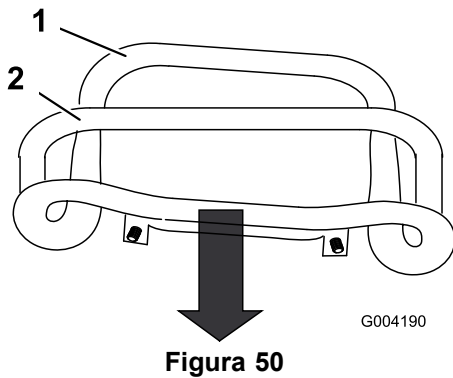

Figura 50
3. Tire hacia atrás del control de tracción hasta que la parte delantera del control entre en contacto con la barra de referencia (Figura 50).